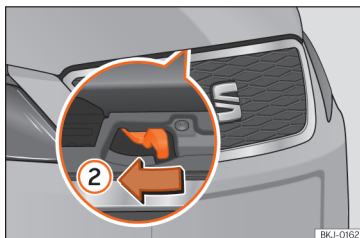

Abb. 186 Hebel unter der Motorraumklappe.
» **Abb. 186** ②. Die Fanghaken werden entriegelt.